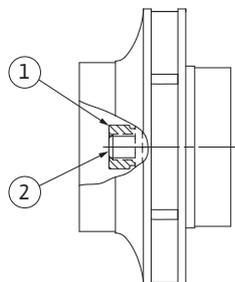

Fig. 48: Правильное положение гайки рабочего колеса после монтажа
29. Удерживая вал (см. операцию 24), затянуть гайку рабочего колеса с предписанным моментом (см. таблицу 2 «Моменты затяжки винтов»). Гайка (рис. 48, поз. 1) должна располагаться заподлицо с концом вала (рис. 48, поз. 2) с допуском $\pm 0,5$ мм. Если это условие не выполняется, ослабить гайку и повторить операции 25 – 29.